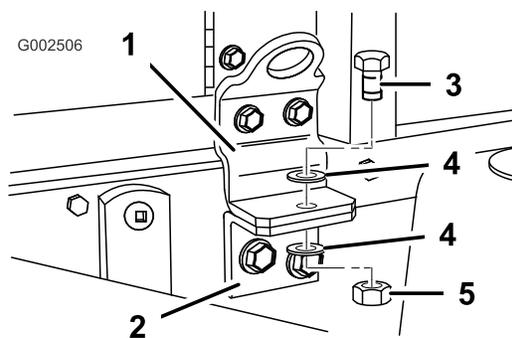

Figure 45
3. Retirez les boulons de sécurité à l'avant du patin (Figure 45).